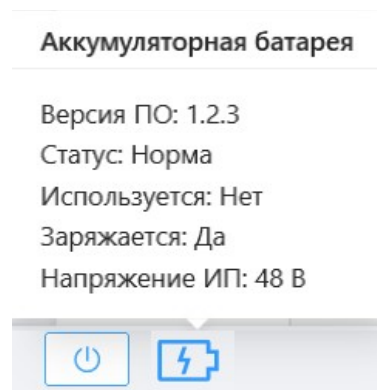

Рисунок 15
3.9.2. При наведении курсора манипулятора на индикатор АКБ появляется окно состояния АКБ, согласно примеру, приведенному на рис. 15.